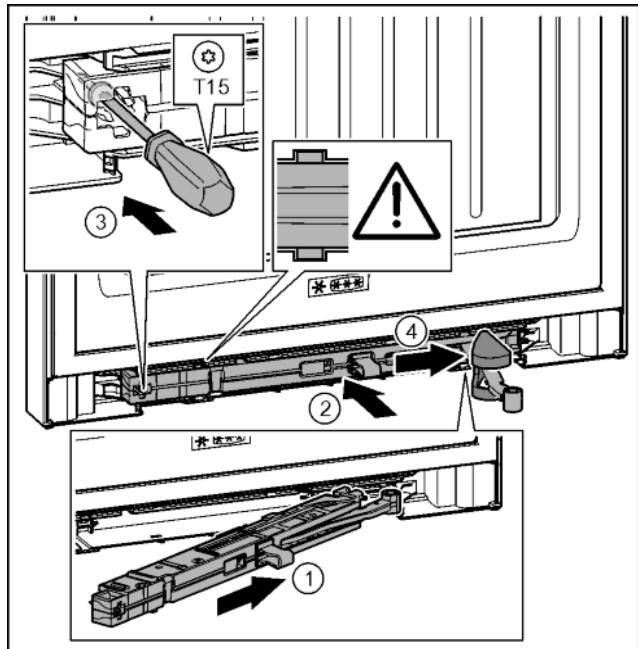

Fig. 39
- ▶ Jednotku tlumiče zavírání na straně stojanu ložiska zasuňte až na doraz šikmo do výklenku. Fig. 39 (1)
- ▶ Jednotku tlumiče zavírání zcela zasuňte do výklenku. Fig. 39 (2)
- ▶ Šroubovákem T15 pevně utáhněte šroub. Fig. 39 (3)
- ▶ Posuňte kryt přes kloub. Fig. 39 (4)